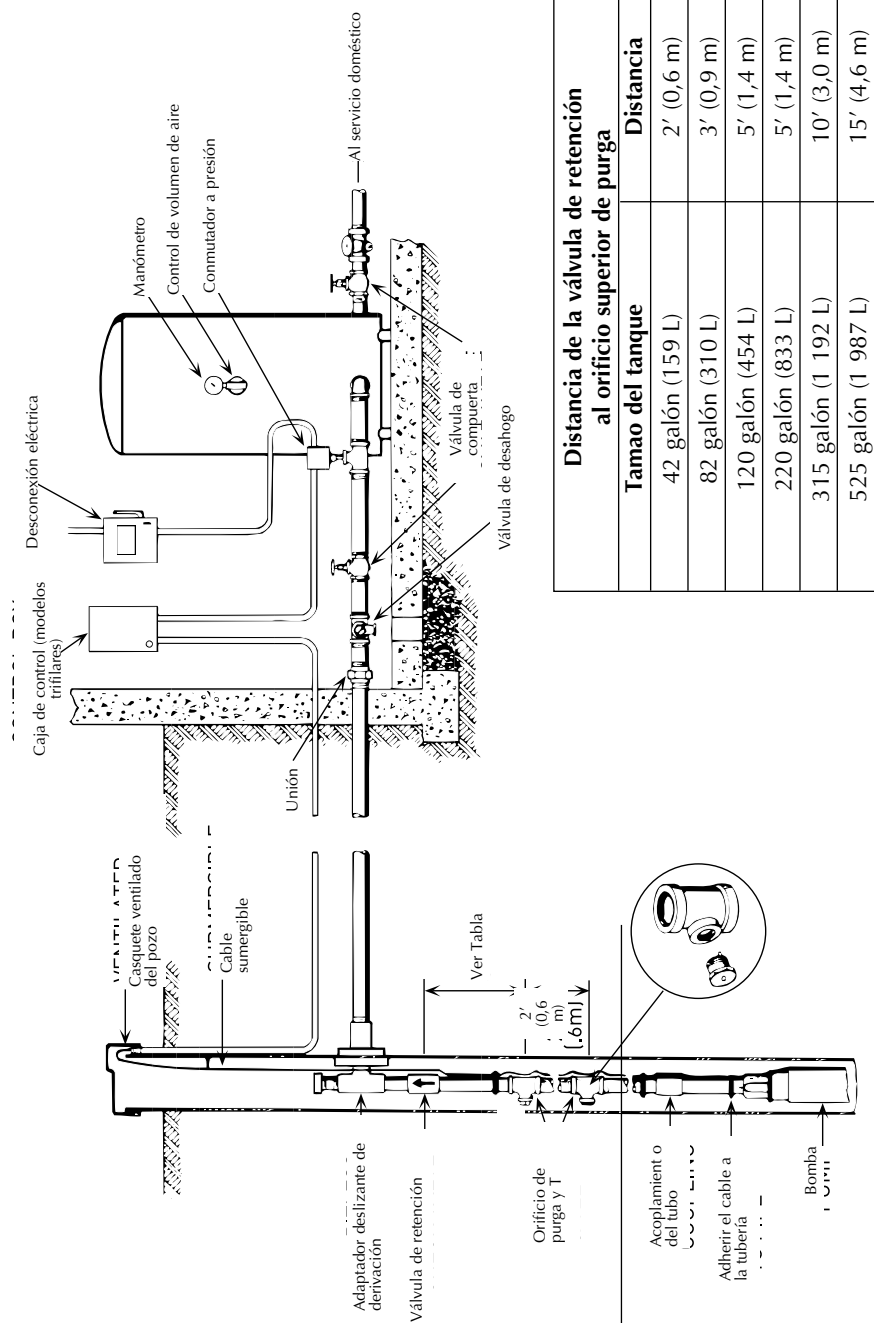

Figura 13 – Instalación del tanque de presión estándar
- Si se usa un tanque de presión estándar de aire sobre agua, instale dos orificios de purga a unos 2' (0,6 m) de distancia entre ellos según se ilustra en la Figura 13, página 32. Los orificios cargarán el tanque con aire automáticamente. Consulte la
Figura 13 para determinar la ubicación del orificio.
Ver la Figura 13, página 32 para las conexiones de las tuberías al tanque de presión estándar y para la distancia correcta de los orificios de purga desde el tanque de presión.